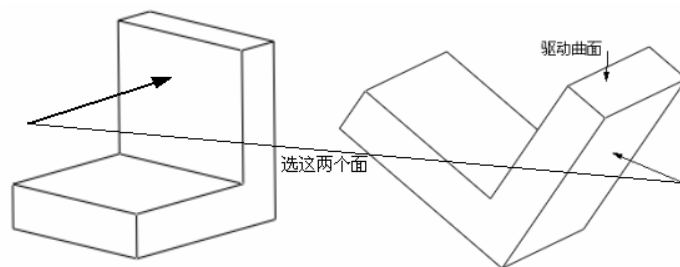

图 12-3
- (1) 单击  按钮（或单击菜单【插入】 【倒圆角】命令），打开圆角特征操控板。
- (2) 按下 CTRL 键，分别选择图 12-3 中箭头指示的两个面。
- (4) 目前只有【完全倒圆角】选项可用，单击【驱动曲面】下的文本框（也称收集器）激活该栏目。系统提示“选取一个曲面以用曲面到曲面完全倒圆角进行替换”，选取如图 12-3 中箭头指示的平面为驱动曲面（即该面被替换为圆角）。